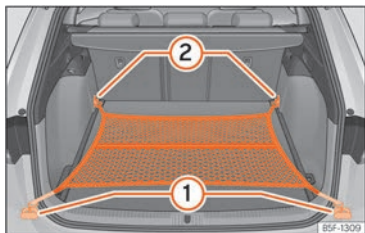

Fig. 119 Dans le coffre à bagages : sac pour filet accroché au niveau du plancher.
- Fixez les crochets du filet aux œillets d'arrimage ① et ② »» fig. 119 »» ⚠. La fermeture à glissière du sac doit rester vers le haut.